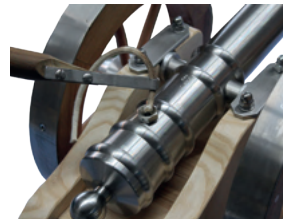

Abb. 42: Vorderladerkanone mit Luntentockanzündung
- Abfeuern: Durch Absenken des Luntenstabes die Lunte in die Pulverpfanne eintauchen (s. Abb. 42, S. 103).